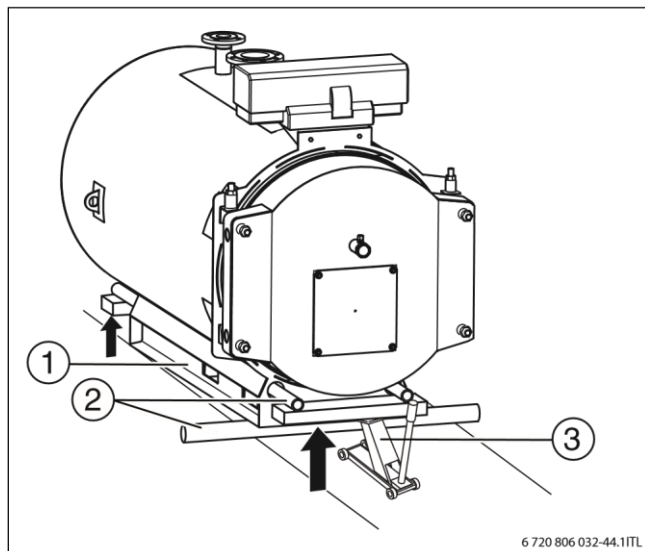

Рисунок 9 Перемещение котла перекачиванием на трубах
- Уложите трубы (→Рисунок 9, [2]).